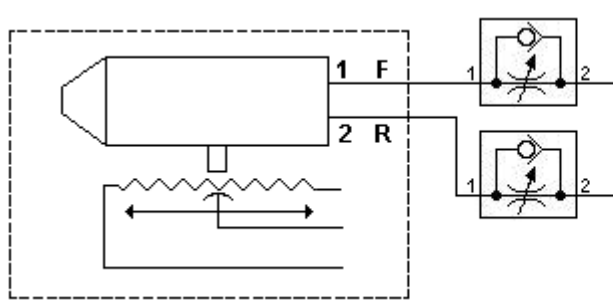

Fig. 4a.
6. Borrning, försänkning eller brotschning: Enhetens snabbmatning fram och returrörelse skall inte överstiga en hastighet av 100 mm/sek för att få en mjuk gång och en säker signalbehandling, framförallt när enheten är utrustad med en linjärgivare. Hastighetsregleringen sker genom att förse ledningarna fram till enhetens matningscylinder, anslutning 1 och 2, med stryp-backventiler. Placera strypbackventilerna så nära enheten som möjligt. Se Fig. 4a.